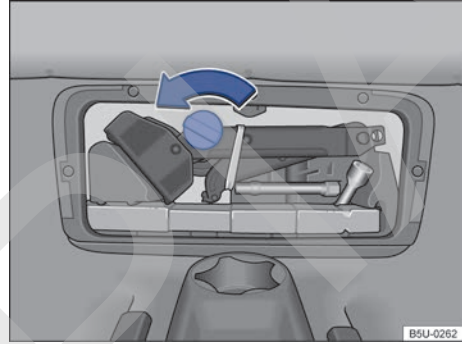

Fig. 162 Palanca de fijación de caja de herramientas de a bordo.
- Girar la palanca en sentido antihorario ⇒ fig. 162 para desbloquear el gato hidráulico y acceder a las herramientas de a bordo.